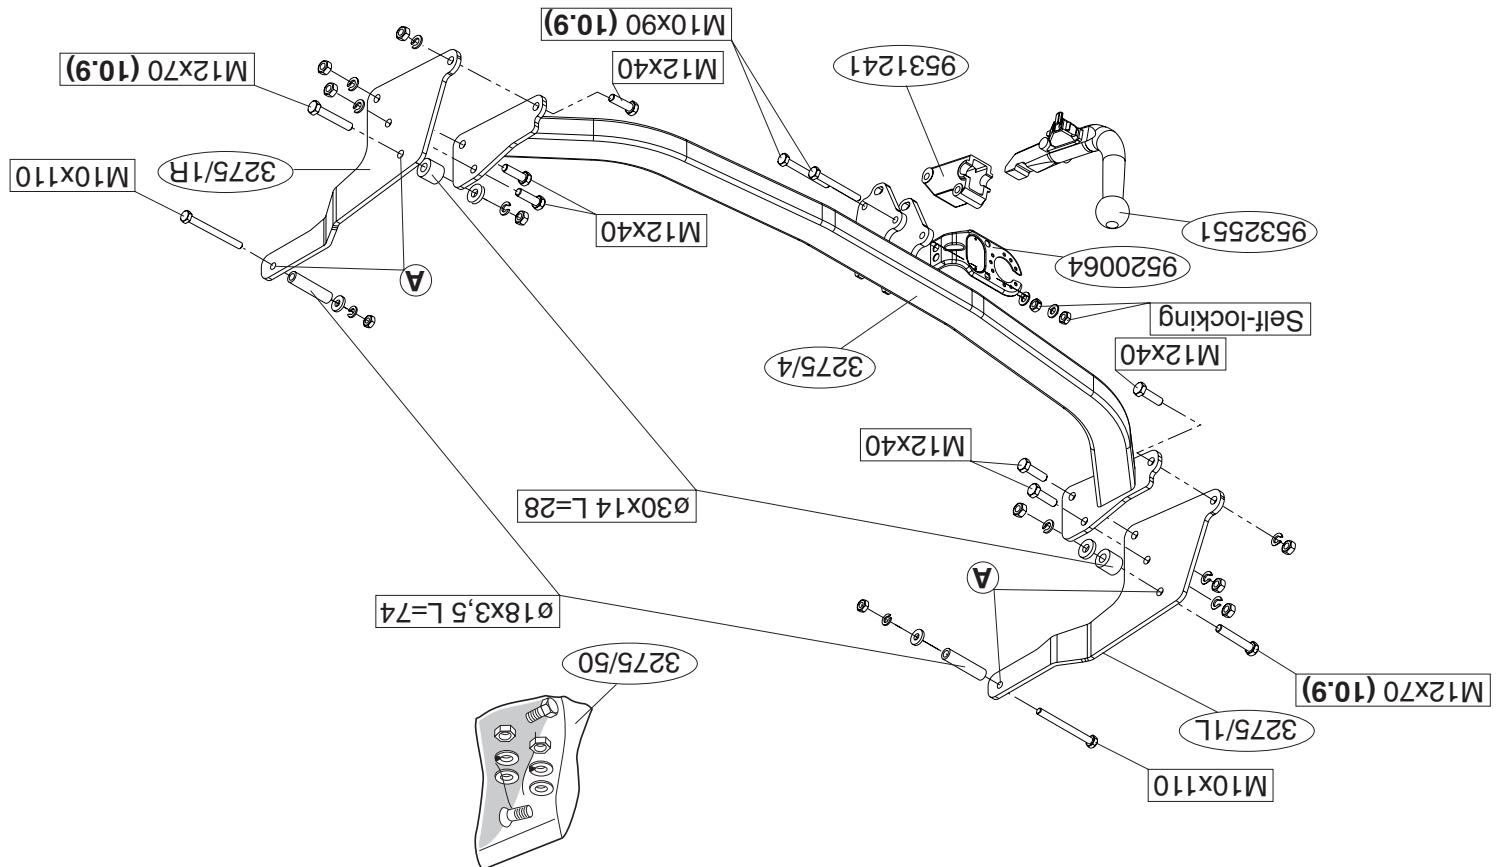

Fig. 1
4. Demonteer de kunststof beschermkappen (zie fig. 1).
4. Remove the plastic protective caps (see fig. 1).
5. Saw out the portions as indicated in fig. 1.
- * Démonter les parties indiquées conformément à la figure 1.
- * Scier les parties cachées de protection en plastique (Voir la figure 1).
- * Placer la plaque latérale (G) / (D) à l'emplacement des points A.
4. Démonter les parties cachées de protection en plastique (Voir la figure 1).
5. Scier les parties indiquées conformément à la figure 1.
6. Placer la plaque latérale (G) / (D) à l'emplacement des points A.